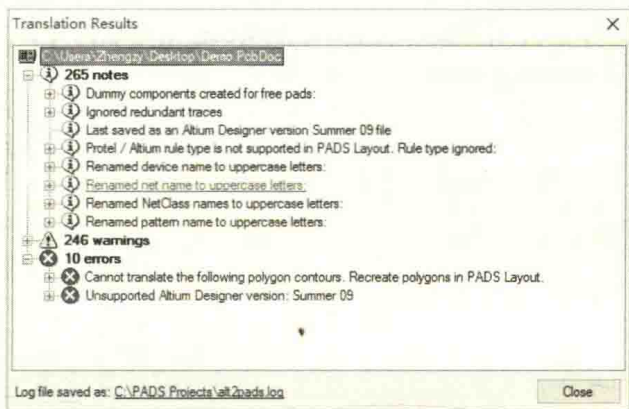

图 11-91 文件转换提示
(3) 转换过程中, 往往因为软件的某些支持格式不一样会提示警告和错误信息, 如图 11-91 所示。此类信息可以关注下, 做到心中有数, 方便转换完之后进行检查及确认。至此, 转换已经完成。